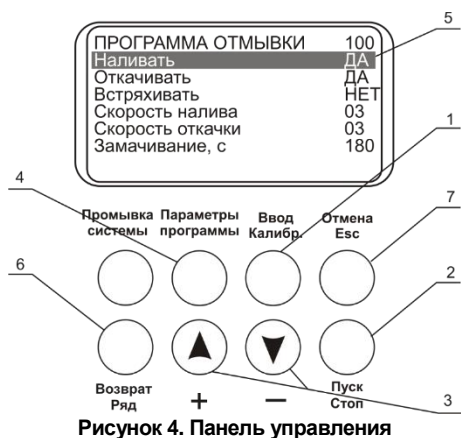

Рисунок 4. Панель управления
- 5.5. Кнопками + и - (рис. 4/3) выберите номер программы промывки, от 00 до 100, и нажмите кнопку **Ввод/Калибр**. (рис. 4/4).
- 5.6. Чтобы просмотреть и изменить параметры программы, нажмите кнопку **Параметры программы** (рис. 4/4). Активируется 1-й параметр программы (Наливать – да/нет, рис. 4/5).
- 5.8. При нажатии кнопки **Возврат/ряд** (рис. 4/6) производится возврат на предыдущий параметр программы.
- 5.10. Чтобы выйти из режима просмотра и изменения параметров, не сохраняя программу, нажмите кнопку **Отмена/Esc** (рис. 4/7).
- 5.11. Запустите программу нажатием кнопки **Пуск/Стоп** (рис. 4/2).